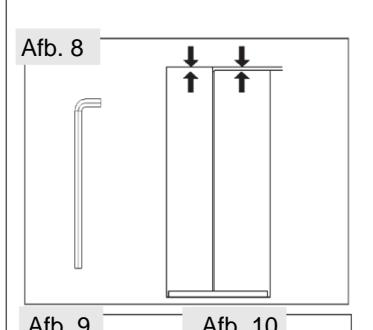

Afb. 7
1. Kantel het apparaat iets naar achteren (afb. 7).